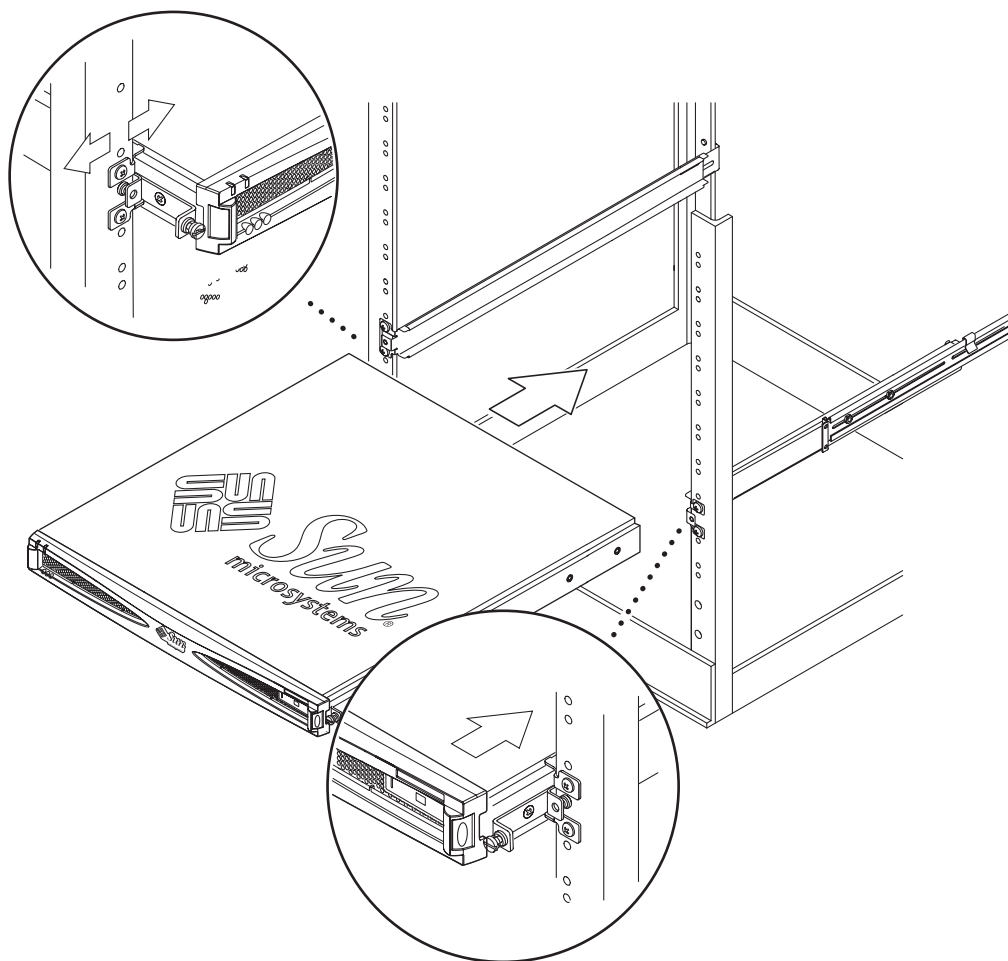

BILD 3-5 Skjuta in StorEdge S1-enheten i ett rack
8. Skjut in StorEdge S1-enheten i racket (BILD 3-5).